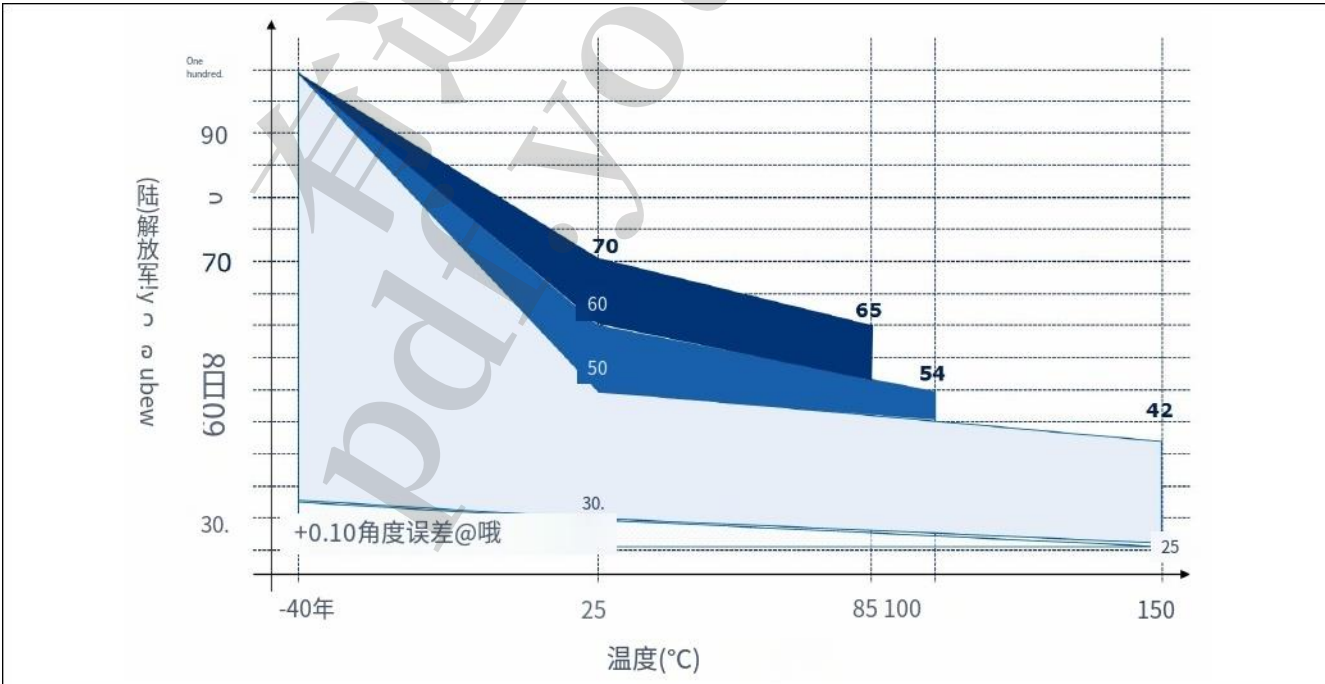

图 4-1 允许的磁场范围作为结温的函数。
3)见图 4-1
磁体的磁场强度可在图 4-1 的彩色区域内选择。通过结温的限制，可以施加更高的磁场。在最高温度 T_J=100° C，在 T 时磁体高达 60mT_J = 25°C 是允许的。